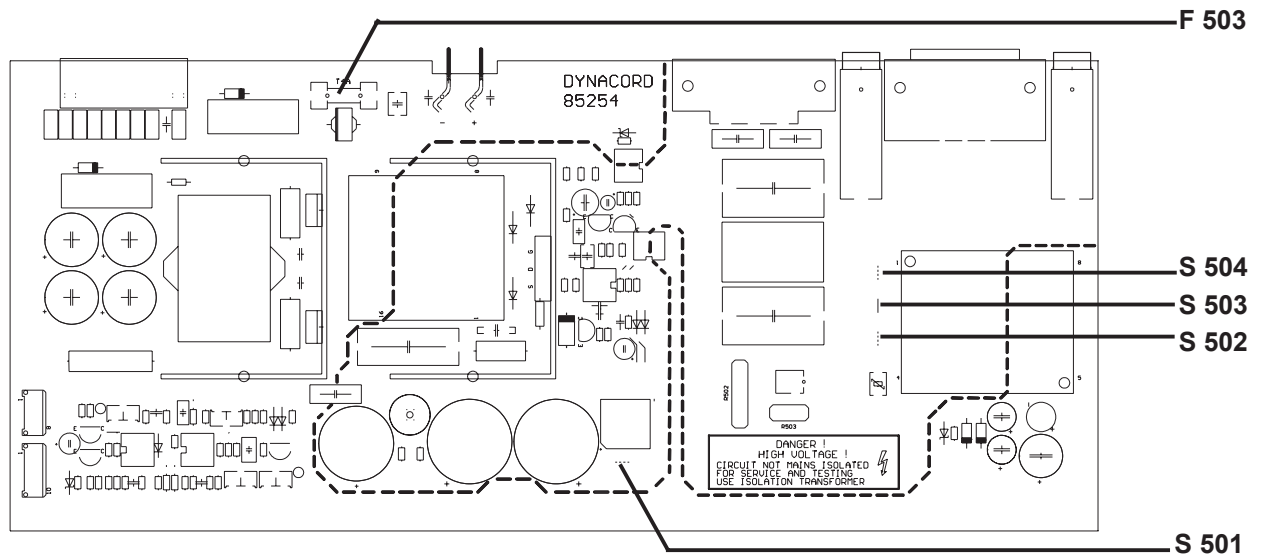

Bild 3 Printplatte 85254 Lage der Drahtbrücken S501 - S504 für die Netzspannungs-Umschaltung und Lage der Ausgangs-Sicherung F503
Für die Umschaltung auf 115V~ AC Betrieb sind auf der Printplatte 85254 die Drahtbrücken S501, S502 und S504 einzulöten und die Drahtbrücke S 503 zu entfernen (siehe Bild 3).
Der Verpolungsschutz verhindert Beschädigungen durch eine eventuelle Falschpolung beim Anschluß der Batterie an das Ladegerät. Der Kurzschlußschutz trennt bei Zellen- bzw. Totalkurzschluß die Batterie vom Ladegerät. In diesem Fall spricht die Ausgangssicherung F503 (siehe Bild 3) im Ladegerät an und muß durch eine träge 4A Sicherung mit dem Aufdruck **T 4 A** ersetzt werden. Beim Ansprechen der Sicherung verlischt die grüne LED (3) **CHARGE CURRENT** und die Störungsmeldung wird aktiviert.
Die Sammelstörungsmeldung ist als potentialfreier Kontakt ausgeführt, der Störungen der Batterie wie: Abschaltung bei Unterspannung **LOW VOLTAGE**, Verpolung oder Batteriekurzschluß, sowie Störungen des Ladegerätes wie: fehlende Netzspannung **LINE VOLTAGE**, Überspannung **OVERVOLTAGE** oder Fehler im Ladekreis **CHARGE CURRENT** für die Fernübertragung zur Verfügung stellt. Der entsprechende Fehler wird am Gerät durch aufleuchten bzw. erlöschen der entsprechenden LED (3) angezeigt (siehe Seite 2 sowie Abschnitt 6.1 bis 6.6). Der potentialfreie Kontakt der Sammelstörungsmeldung ist auf der Stiftleiste BATTERY CONTROL (9) herausgeführt (siehe Bild 3).